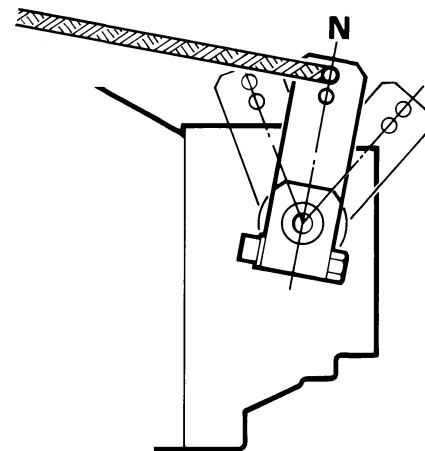

Fig. IV-3
WARNING. When the engine runs idle, but the propeller shaft should not be driven (such as when charging the battery with the generator), the shifting lever (fig. IV-3, item 1) must be held in the neutral position (N) to prevent the boat from moving.
PERICOLO. Quando il motore gira al minimo e si desidera che l'elica non giri (per esempio se si deve caricare la batteria con la barca ferma), la leva di comando deve trovarsi in posizione neutrale N (vedere fig. IV-3).
DANGER. Quand le moteur tourne à vide, tandis que l'arbre d'hélice est arrêté (par exemple quand les batteries se chargent avec l'alternateur), le levier de commande (fig. IV-3, repère 1) doit être en position neutre (N), pour que le bateau ne se déplace pas.
WARNUNG. Wenn der Motor im Leerlauf läuft und die Propellerwelle aber nicht angetrieben werden soll (z.B. beim Aufladen der Batterie durch den Generator), muß der Schalthebel (Pos. 1, Bild IV-3) in der neutralen Position (N) gehalten werden, da das Boot sich sonst bewegt.